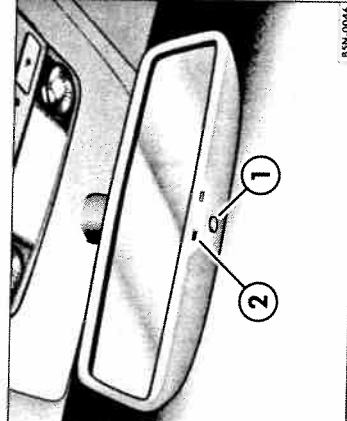

Fig. 53 Oglinda interioară cu reglare automată antiiorbire.
Reglarea automată antiiorbire se acționează de la comutatorul din oglinda interioară ⇒ fig. 53 ①. Când reglarea automată antiiorbire este activată, se aprinde lampa de control ②.